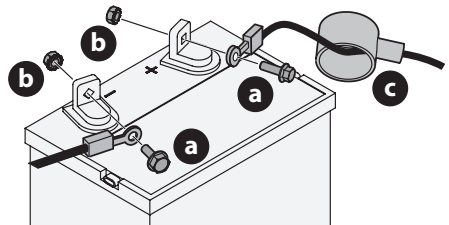

Fig. 13
- Le cas échéant, retirez le cache en plastique de la borne positive de la batterie. Branchez le connecteur rouge sur la borne positive de la batterie (+) à l'aide du boulon (a) et de l'écrou hexagonal (b). (Fig. 13).
- Déposez la protection en caoutchouc rouge (c) sur la borne positive de la batterie pour la protéger contre la corrosion (Fig. 13).
- Le cas échéant, retirez le cache en plastique de la borne négative de la batterie, puis branchez le câble noir la borne négative de la batterie (-) à l'aide du boulon (a) et de l'écrou hexagonal (b) (Fig. 13).